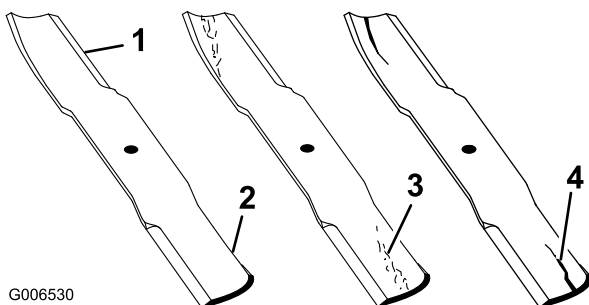

Figura 47
1. Inspeccione as extremidades de corte (Figura 47). Se as extremidades não estiverem afiadas ou estiverem amolgadas, retire e afie as lâminas. Consulte Afição das lâminas (página 38).
2. Inspeccione as lâminas, especialmente a área curva ((Figura 47). Se verificar quaisquer rachas, desgaste ou
a formação de ranhuras nesta área (item 3. na Figura 47), instale imediatamente uma lâmina nova.
pode ser utilizada. Se a lâmina não estiver equilibrada, lime algum metal apenas da extremidade da área curva (Figura 47). Repita este procedimento até a lâmina estar equilibrada.